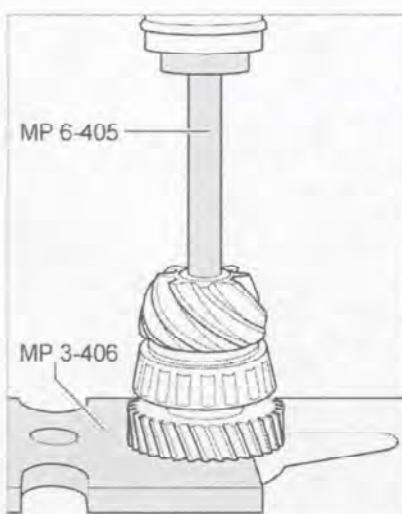

Рис. 7.274. Напрессуйте шестерню 4-й передачи на вал с помощью специального инструмента.
12. Напрессуйте шестернию 4-й передачи на вал с помощью специального инструмента (рис. 7.274). Буртик шестерни должен быть направлен в сторону шестерни 3-й передачи.